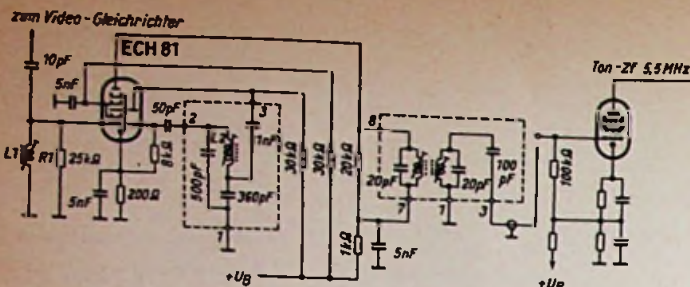

Bild 2. Gesamtschaltung des 6,5-MHz-Zusatzteiles von Nordmende
Bild 2 zeigt die Gesamtschaltung des Zusatzteiles. 10 pF und L 1 bilden den breitbandigen Auskoppelkreis für den Videodetektor. Hinter der Hexode liegt ein 5,5-MHz-Bandfilter, von dessen Sekundärseite die zweite Zwischenfrequenz an den Differenztonverstärker, meist mit einer Röhre EF 80, gegeben wird. Die 5,5-MHz-Frequenz läuft dann den normalen Weg über den Ratiodektor und NF-Verstärker zum Lautsprecher.
Ströme gemessen bei $U_h = 1,4$ Volt, $U_g = 20,5$ V (s. Bild 2), $U_{b1} = 80$ Volt und $U_{b2} = 120$ (150) Volt. Antennenausgänge sind belastet.